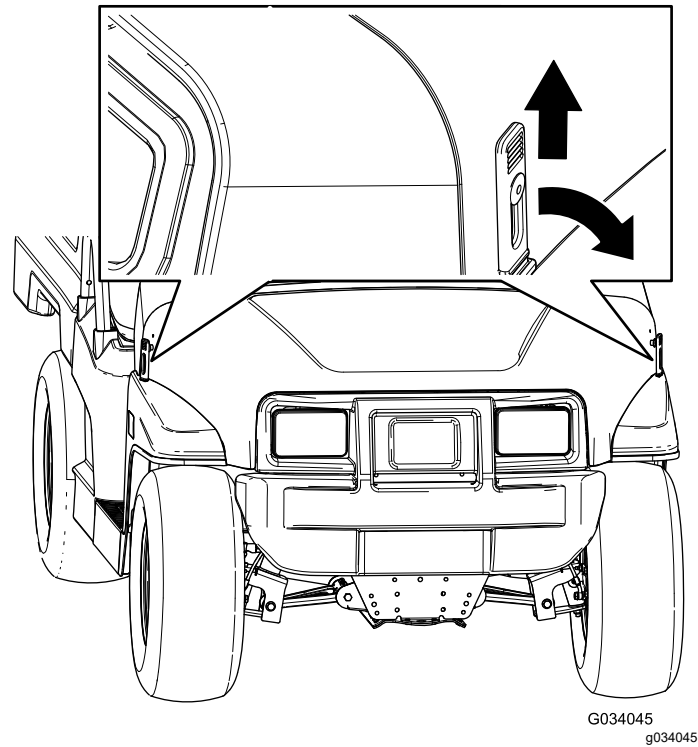

Figure 25
- Fixez le capot en place en alignant les loquets en caoutchouc sur les ancrages de verrouillage de chaque côté du capot (Figure 25).
- Soulevez la poignée des loquets en caoutchouc de chaque côté du capot (Figure 25).